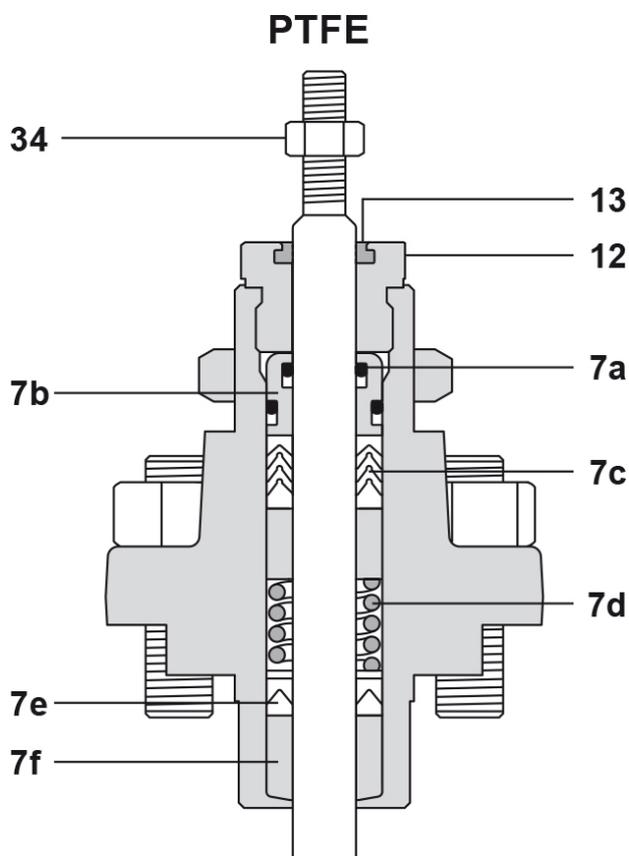

Fig. 19
5.4 Remplacement des garnitures d'étanchéité en graphite (voir Fig. 19)
- Enlever l'écrou de blocage (34), l'écrou de presse-étoupe (12) de l'écrou de presse-étoupe, en s'assurant que la rainure est propre et non endommagée. Remplacer toutes ces pièces par des neuves.
- Nettoyer la cavité et réassembler les composants dans l'ordre indiqué sur la Fig. 19. **Nota** : Le maintien inférieur de tige doit être monté avec l'arête arrondie vers le bas. Lors du montage des garnitures en graphite, les coupures en biseau de chaque garniture doivent être décalées de 90° à chaque étage comme indiqué Fig. 21..
- Retirer la cage de maintien du siège (5) puis le siège (3).
- Retirer le joint inférieur de siège (4) et le mettre en rebut.